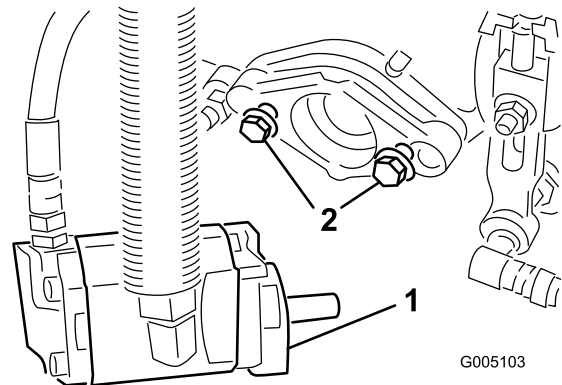

Figure 10
- Installez les boulons de fixation du moteur d'entraînement des cylindres sur chaque plateau de coupe. Laissez dépasser environ 13 mm de filetage sur chaque boulon de fixation (Figure 10).
11. Resserrez les boulons de fixation (Figure 10).